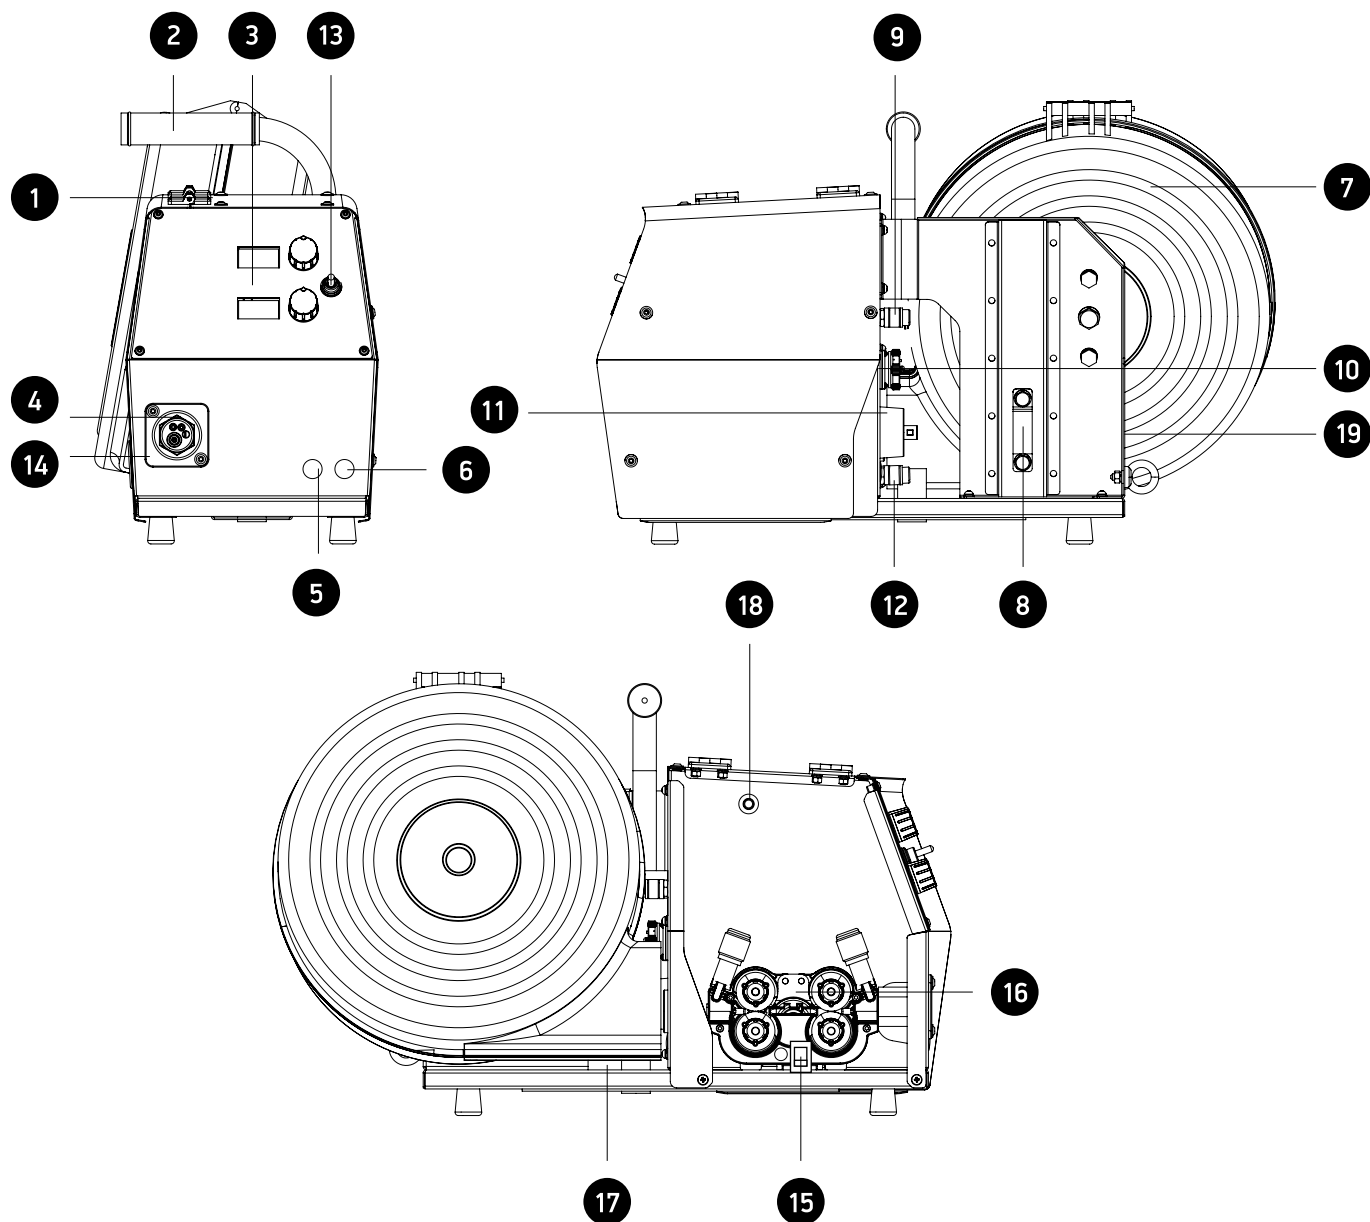

Рис. 3.1.
3.1. Внешний вид ААРМ-31 представлен на рис. 3.1.
- Вставьте конец соединительного шланг-пакета в отверстие 19 (рис. 3.1.) на ААРМ-31.
- Вставьте вилку сварочного кабеля соединительного шланг-пакета на источнике питания АА-350/501 М1 в разъем «+», а на ААРМ-31 в разъем п.11 (рис. 3.1.).
- Соедините разъем кабеля управления соединительного шланг-пакета с разъемом на передней панели АА-350/500 М1, а второй конец на ААРМ-31 в разъем п.10 (рис. 3.1.).
- Подключите газовый шланг соединительного шланг-пакета к быстросъемному штуцеру подачи защитного газа п.9 (рис. 3.1.) на задней панели ААРМ-31, а другой конец к редуктору на газовом баллоне. При наличии блока водяного охлаждения, подключить шланги подвода/отвода охлаждающей жидкости к быстросъемным штуцерам 12 (рис. 3.1.), а другие концы к штуцерам на БВО.
- Дополнительно закрепить кабельную сборку на корпус механизма подачи хомутом 8 (рис. 3.1.).
Натяжка тормоза больше необходимого увеличивает нагрузку на двигатель подающего механизма. Установите сварочную горелку в евроразъем и выпрямите ее с максимальным радиусом изгиба. Заправьте проволоку в механизм подачи проволоки и нажатием тумблера прогона проволоки 13 (рис. 3.1.) пропустите в сварочную горелку, предварительно сняв наконечник.